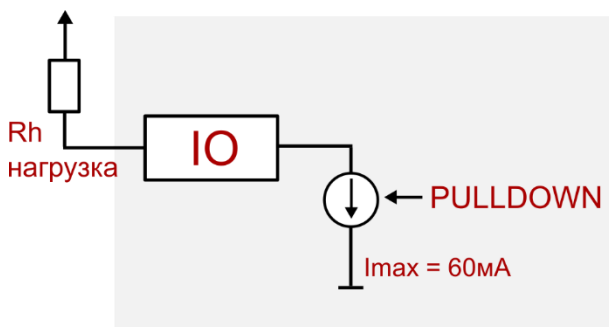

Рис. 13. Управление нагрузкой.
3. **Управление нагрузкой.** В данном режиме через выводы можно подавать нагрузку на внешние устройства (Рис. 13). Максимальный ток на каждом выходе – 60 мА.